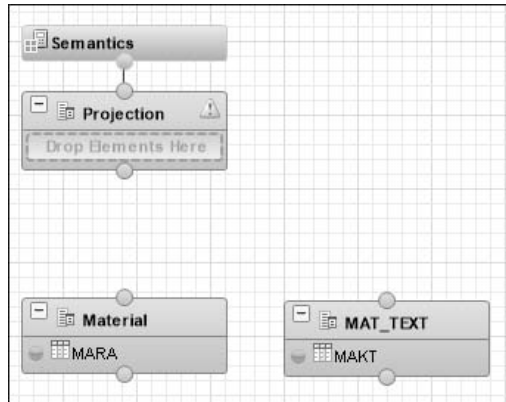

Abbildung 3.46 Projektionsknoten umbenennen
5. Sie können die Knoten **Projection_1** und **Projection_2** nun noch umbenennen. Dazu öffnen Sie das Kontextmenü zu einem der Knoten und wählen die Funktion **Rename**. Wir haben die Knoten in **Material** und **MAT_TEXT** umbenannt (siehe Abbildung 3.46).